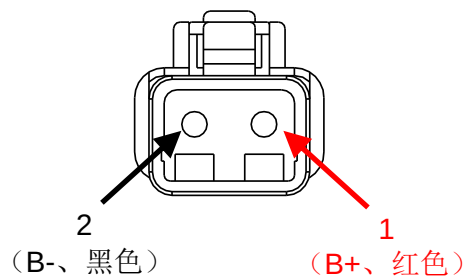

图 6 – 弱电 12 VDC 电源输入连接器触点的分配（前）
- iv. 在将电缆 7 连接至 **Seakeeper** 之前，按照以下图 6，使用直流万用表，检查电压和极性是否正确。